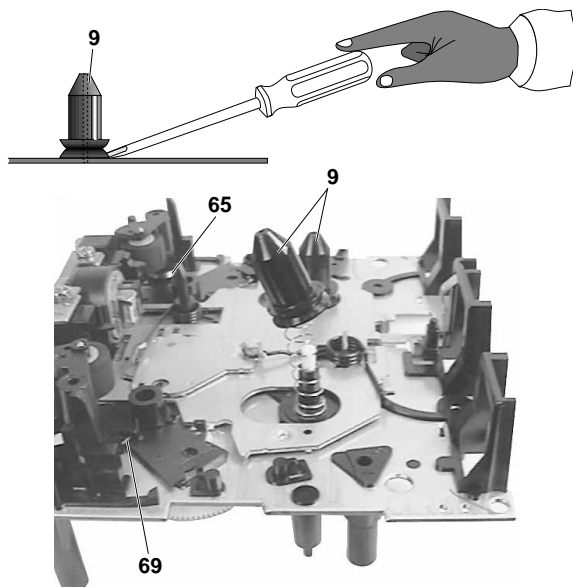

Fig. 14
- Wickeldorn 9 aushebeln und abziehen (Fig. 14).
- Untere Drehfeder 65 bzw. 69 aushängen (Fig. 14).
- Lift off and remove the spindle 9 (Fig. 14).
- Unhook the lower torsion spring 65 or 69 (Fig. 14).